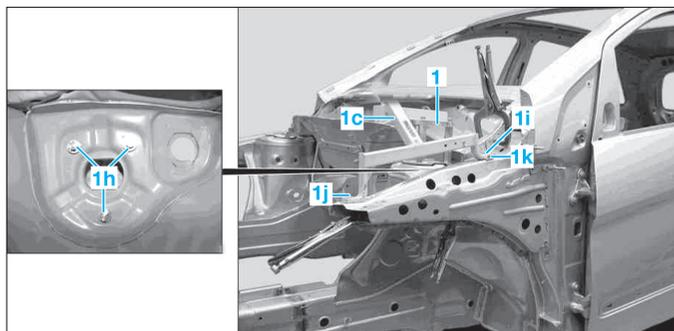

FIG. 8
• Placer le bras [1a] ou [01b] (selon le côté) contre le dôme de la jambe de suspension et contre la doublure d'aile (Fig.8).